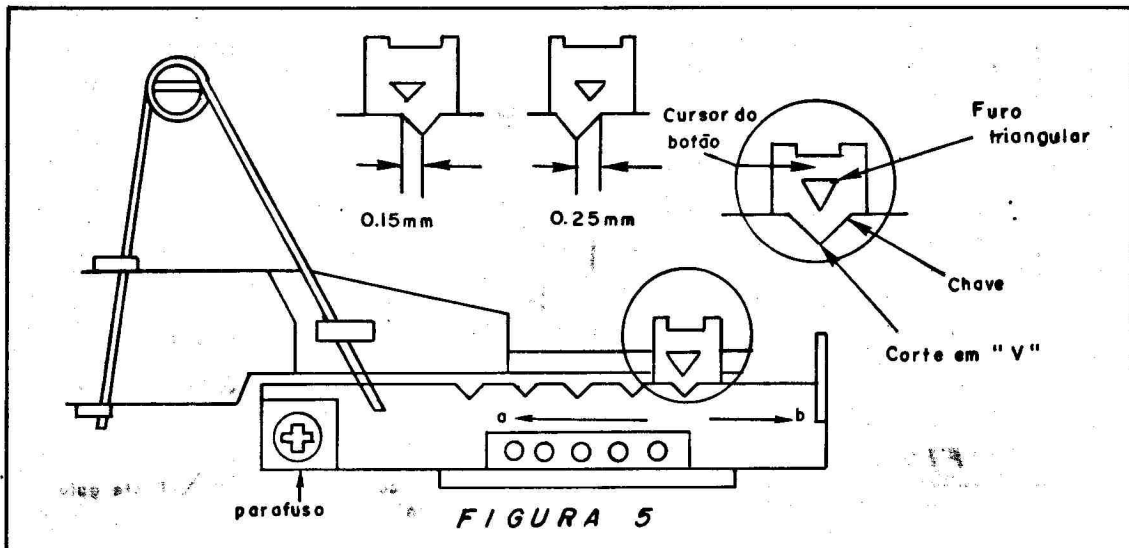

FIGURA 5
- 1- Girar com a mão até travar, na direção de descarga, a polia de rosca sem fim (veja figura 5).
- 3- Emparelhar o topo do furo triangular do botão da chave de modo com o topo do triângulo da posição STOP. O desenho da figura 5 foi baseado no VCR PHILCO PVC-4000.